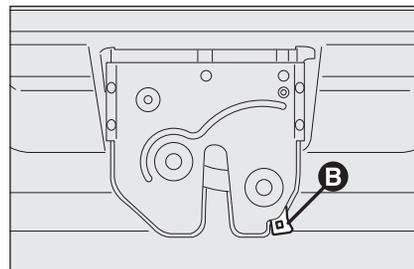

fig. 96
- introdurre un cacciavite nell'apposito foro ricavato sulla serratura stessa e sbloccare il meccanismo di apertura **B**-fig. 96.